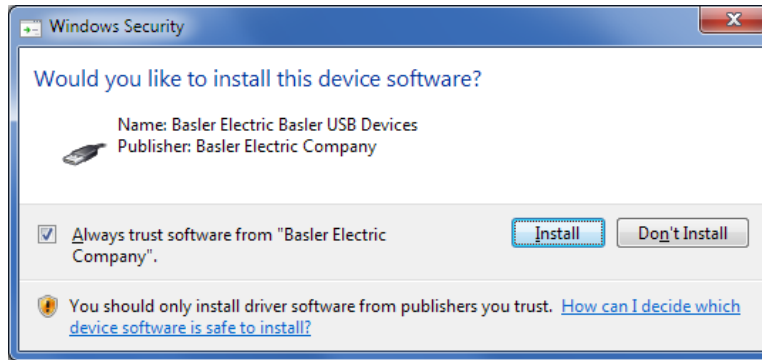

Figure 8-6. Sécurité Windows
Étape 6. Lorsqu'une fenêtre de sécurité Windows (Figure 8-6) apparaît, cliquez sur Installer.